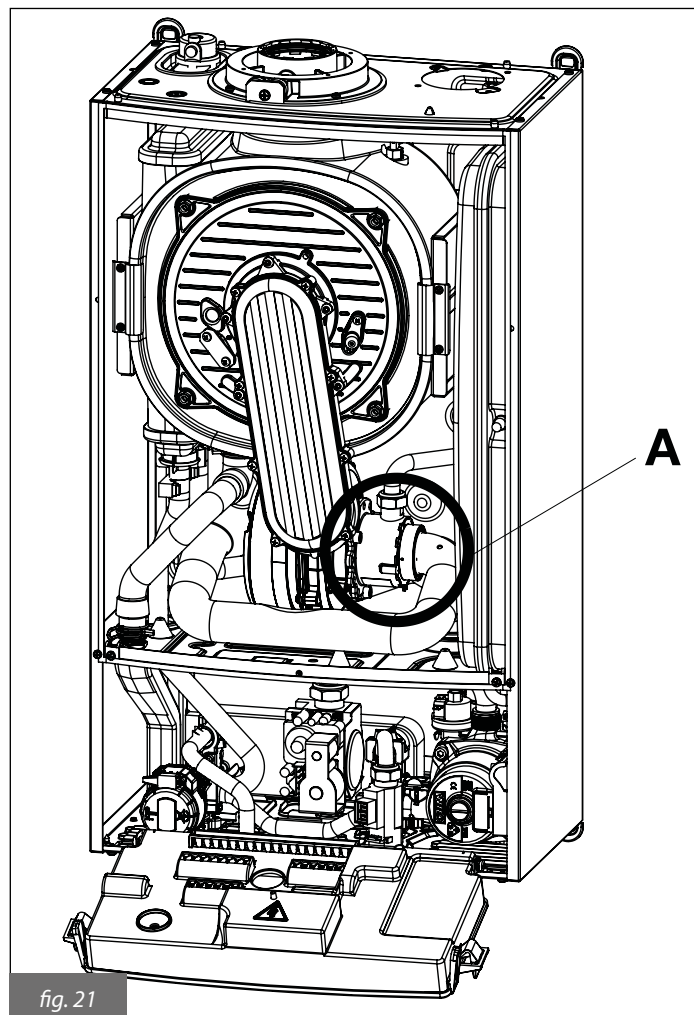

fig. 21
- Deschideți amestecătorul (A din fig. 21)